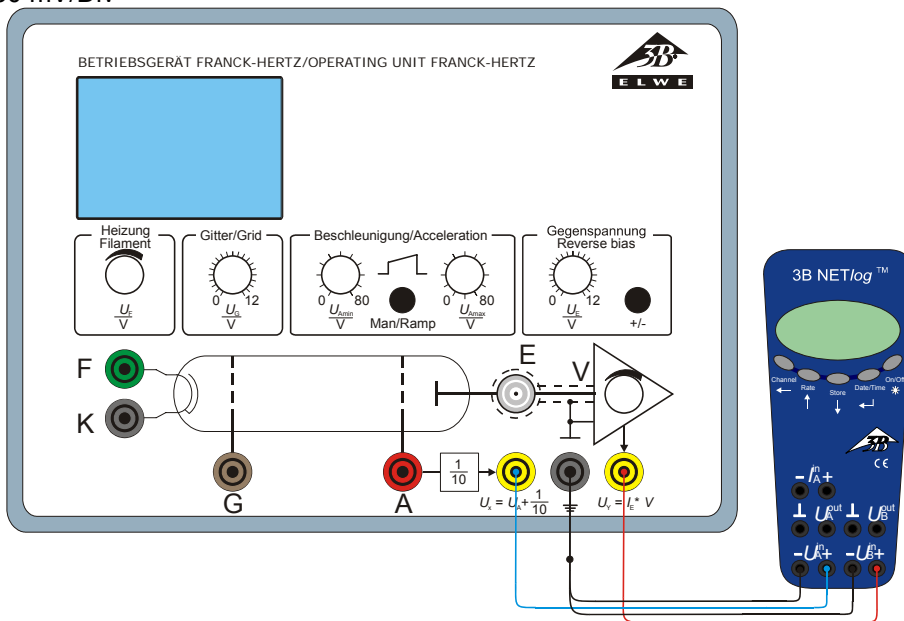

Fig. 6 Conexão do 3B NET/log™ ao aparelho para o experimento de Franck-Hertz
- Conectar o 3B NET/log™ ao aparelho para o experimento de Franck-Hertz. (vide Fig. 6) Para isto, conectar a saída U_x do aparelho para o experimento de Franck-Hertz à entrada A e a saída U_y à entrada B do 3B NET/log™.
- Realizar ajustes na interface 3B NET/log™ assim como no programa de computador 3B NET/lab™ e registros de valores de leitura como descrito sob item 7.2.1.